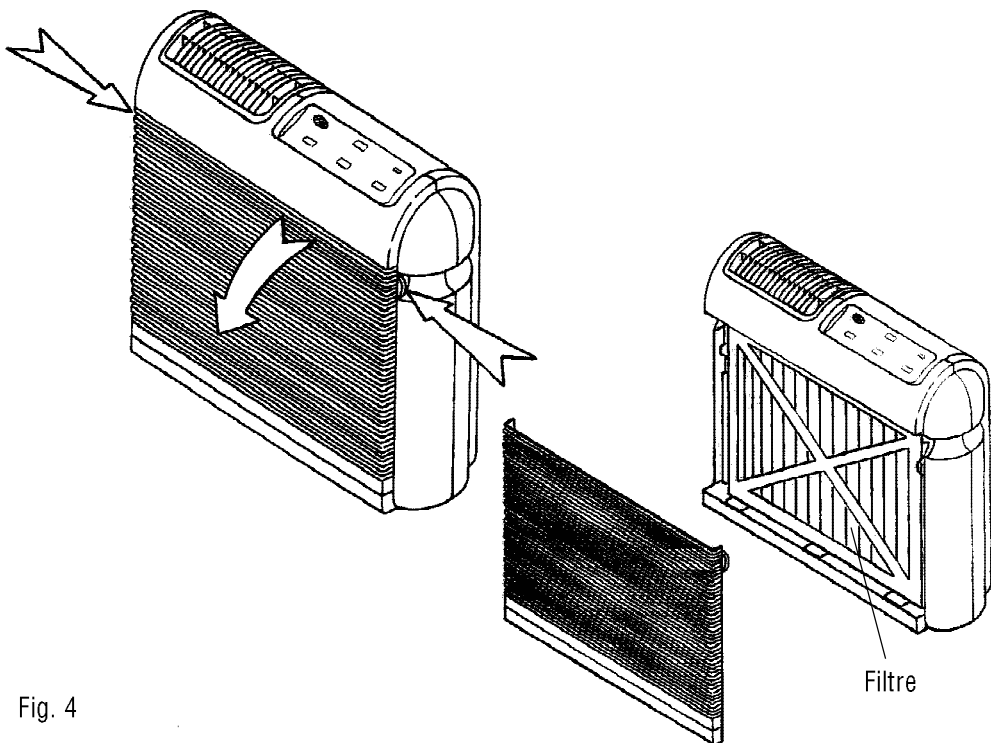

Fig. 4
- Retirer la grille d'entrée d'air en tirant vers soi sur les deux languettes de la grille d'entrée d'air comme indiqué fig.4.